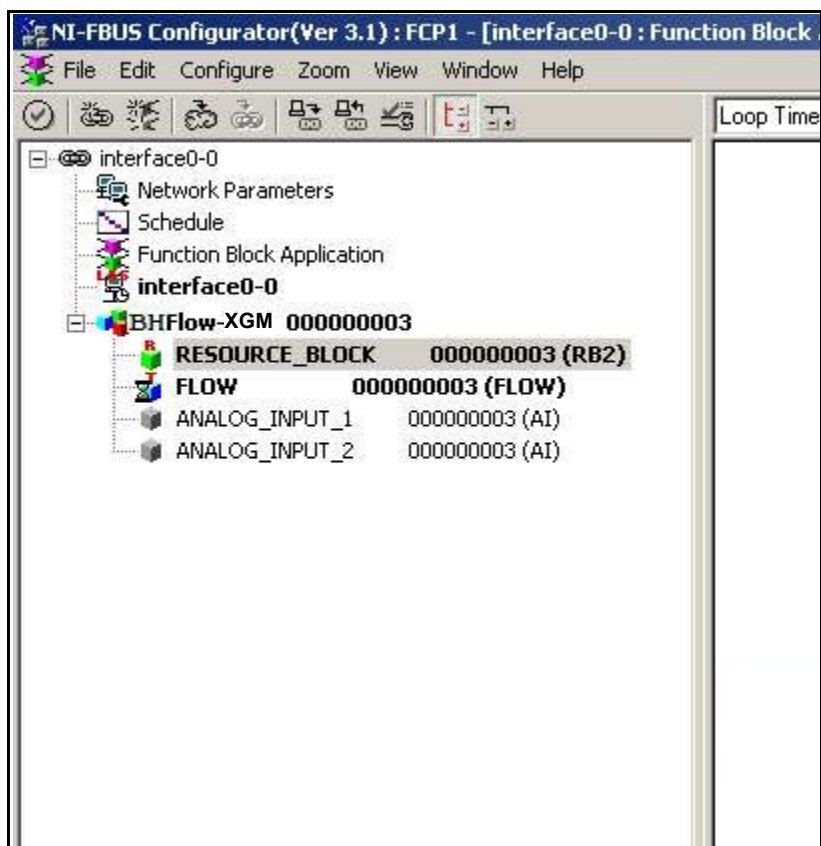

Figure 59: exemple de paramétrage à l'aide de Configuration Utility
Le texte qui suit illustre un *exemple* de paramétrage à l'aide de l'utilitaire Configuration Utility version 3.1 de National Instruments. La *Figure 59* ci-dessous illustre Configuration Utility avec un débitmètre installé en réseau (BHFlow-XGF).
1. Double-cliquez sur le bloc AI pour lequel vous souhaitez définir les unités (ANALOG\_INPUT\_1 ou ANALOG\_INPUT\_2, dans l'arborescence sous BHFlow-XGF ; voir *Figure 59* à la page 116).
1. Double-cliquez sur le bloc transducteur FLOW (dans l'arborescence, sous BHFlow-XGF, voir Figure 59 à la page 116).